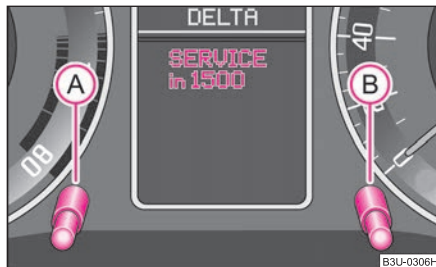

Fig. 5 Strumento combinato: Indicatore intervalli Service
A seconda dell'allestimento del veicolo, sul display del contachilometri della distanza percorsa o sul display informazioni vengono visualizzati i rispettivi dati ⇒ fig. 5.
L'indicatore intervalli Service può essere azzerato anche agendo sul tasto di azzeramento (B) ⇒ fig. 5 come di seguito descritto (solo per veicoli con intervalli Service fissi - QG2).
- Ad accensione disinserita tenere premuto il tasto di azzeramento (B).
- Inserire l'accensione e rilasciare il tasto di azzeramento (B). Sul display comparirà la scritta **Service** o **Service now (Service adesso)**.
- Ruotare in senso orario il tasto di reset dell'orologio (A); quest'operazione azzererà l'indicatore.